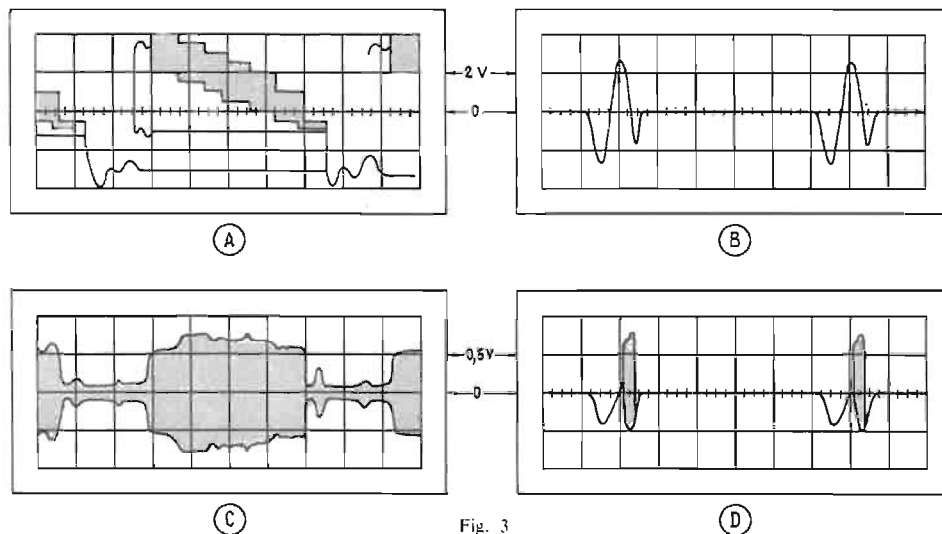

Fig. 3
La figure 3 donne les oscillogrammes représentant les signaux de ce circuit : en (A) signal de luminance, en (B) la tension de suppression du burst, en (C) le signal de chrominance, en (D) le signal burst.